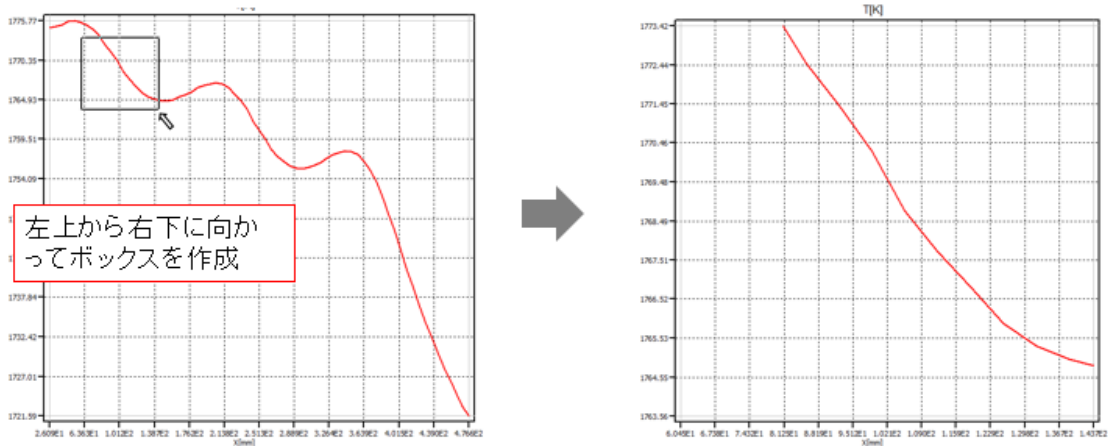

図 24 . Bounds、各 Probe におけるグラフのズーム機能
- Bounds、各 Probe におけるグラフズーム機能の追加 (図 24)